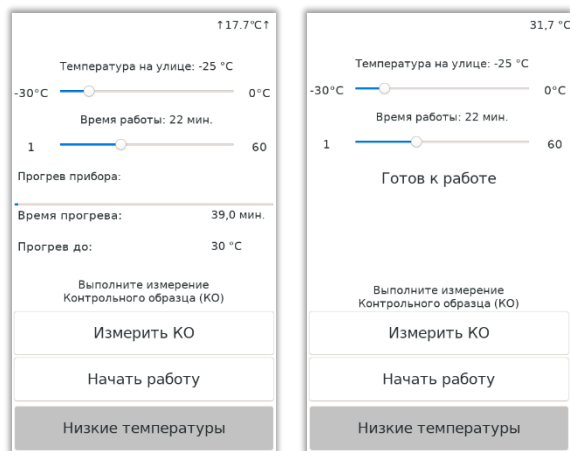

Рисунок 3 Окно настроек для работы при отрицательных температурах
- с помощью перемещения ползунков на экране выбрать примерную температуру на улице и планируемое время измерений (Рисунок 3);